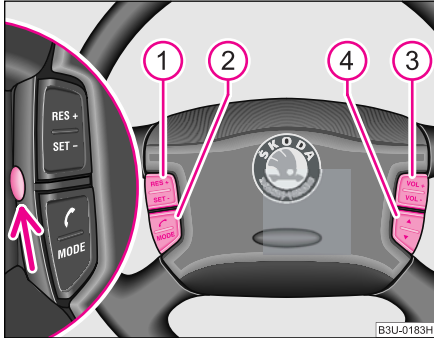

Fig. 118 Volanul multifuncțional: tastele de comandă
- Telefonul se utilizează de la tastele ②, ③ și ④ ♥ fig. 118.
- Apăsând tasta ② în poziția **MODE** comutați din regimul de funcționare Radio în regimul de funcționare Telefon (și invers).
- Apăsând scurt tasta ② în poziția 🔄 puteți prelua sau încheia o convorbire telefonică, sau puteți selecta din agenda telefonului.
- Apăsând tasta ② în poziția 🔄 mai mult de 2 secunde, puteți respinge un apel telefonic.
- Apăsând tasta ③ în poziția **VOL+** și **VOL-** puteți reduce sau mări volumul sonor al convorbirii.
- Apăsând scurt tasta ④ în poziția Δ sau ▽ puteți răsfoi numele din memoria telefonului.
- Prin apăsarea îndelungă pe tasta ④ în poziția Δ și ▽ puteți răsfoi în ordine alfabetică în memoria telefonului (de la A la Z) și (de la Z la A).
Apăsând tasta ④ în poziția Δ și ▽ ♥ fig. 118 puteți răsfoi fiecare meniu.